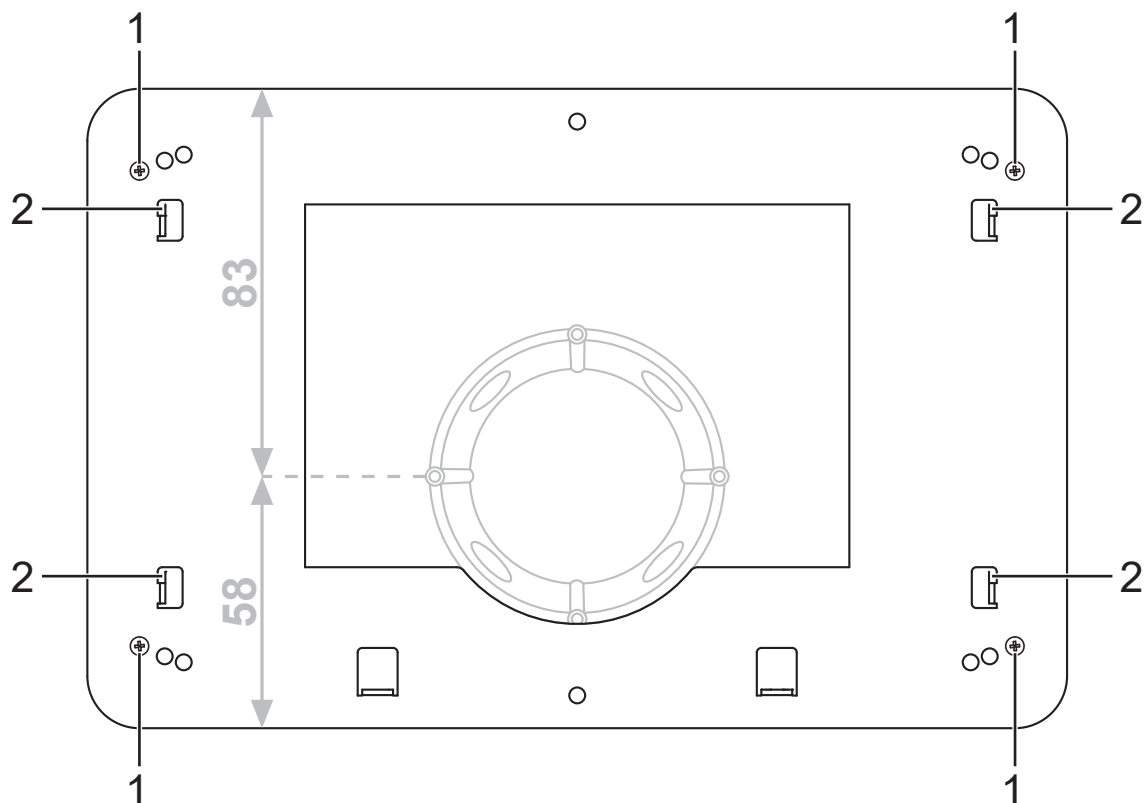
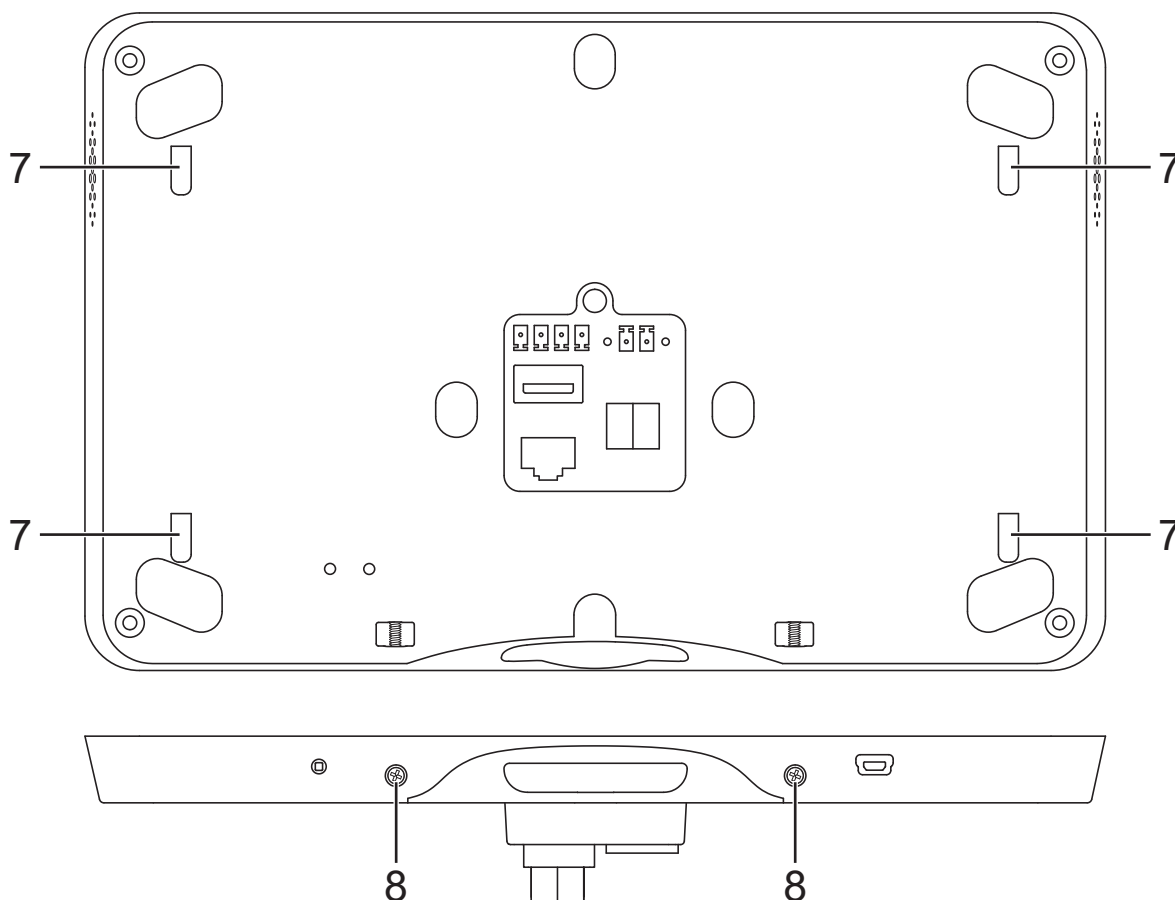

Рис. 2: Монтаж адаптера
Рис. 4: Установка Smart Panel
- Установите адаптер с помощью четырех стопорных винтов (1) на корпусе для встраивания. (рис. 2)
- Зацепите отверстия (7) на Smart Panel за крепежные элементы (2) на адаптере. (рис. 2 и рис. 4)
- Закрепите нижнюю сторону Smart Panel при помощи двух стопорных винтов (8) на адаптере. (рис. 4)